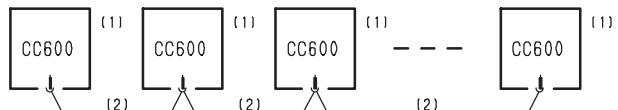

Рис. 1.1
- Объединение компьютерных станций в сеть (рис. 1.1)